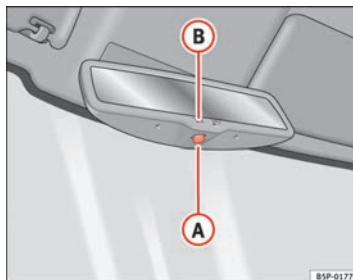

Abb. 67 Automatisch abblendbarer Innenspiegel
- Drücken Sie die Taste (A) ⇒ Abb. 67. Die Kontrollleuchte (B) erlischt.
- Drücken Sie die Taste (A) ⇒ Abb. 67. Die Kontrollleuchte leuchtet auf.